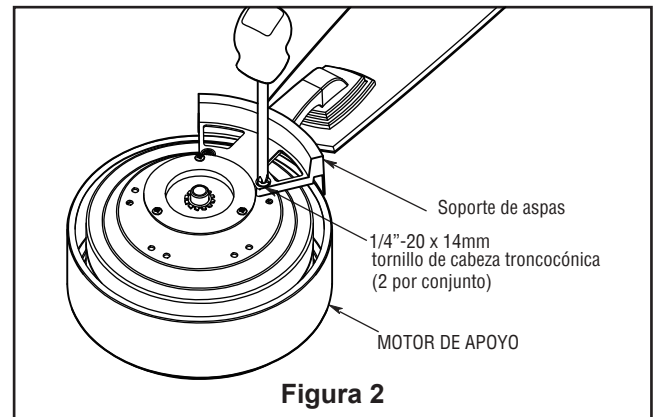

Figura 2
2. Fije los soportes de aspas al soporte del motor mediante los tornillos de 1/4-20 x 14 mm a través de los orificios ubicados al costado del soporte del motor. (Figura 2)